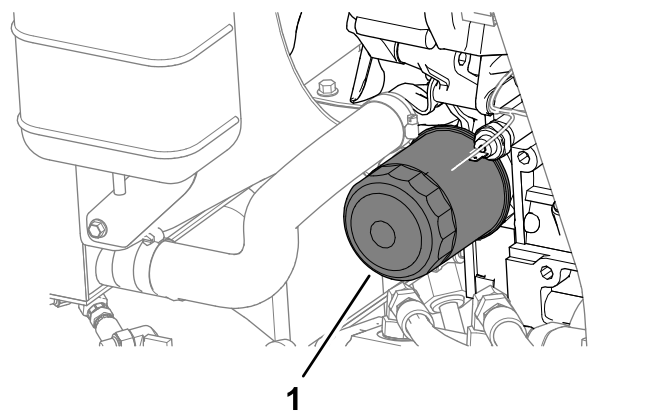

Figura 74
4. Togliete il filtro dell'olio (Figura 74).